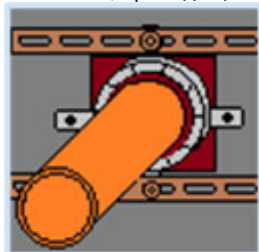

рис. 6.1.2.
- на траверсы перфорированные стальные, проходящие по поверхности проема, болтами с контргайками и шайбами (рис. 6.1.2);